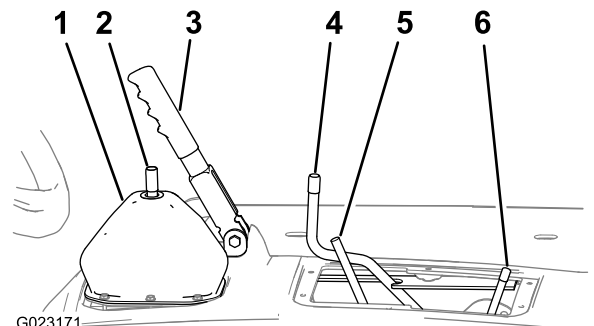

Figura 11
1. Assicurarsi che sia inserito il freno di stazionamento (Figura 11).
2. Spostate l'asta per il bloccaggio differenziale in avanti e a destra (Figura 11).